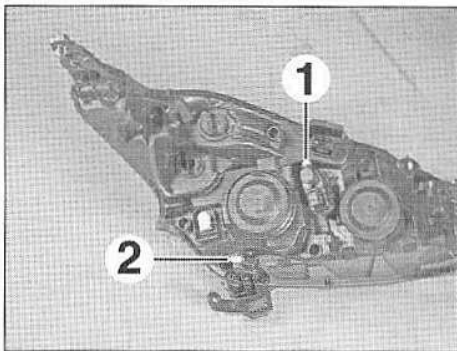

FIG.53
- Agir sur les vis (Fig.53) :
- (1) pour le réglage vertical,